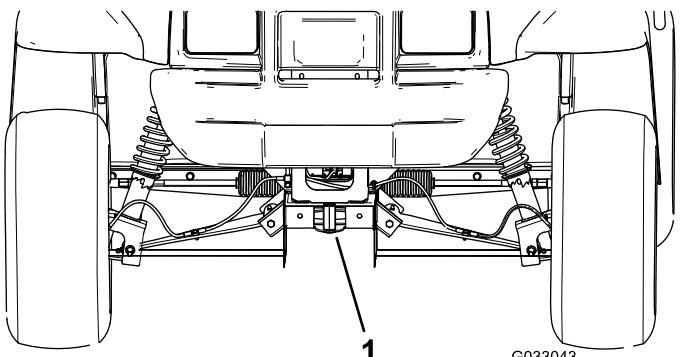

図 26
- ・ 車両前部のジャッキアップポイントは、牽引トングの後ろのフレーム前部です図 26。